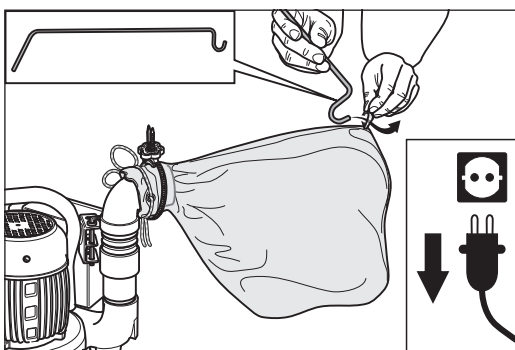

Abb. 7 Die Kabelstütze in die Schlaufe am Staubsaugsack einhängen.
- 6 Hängen Sie die Kabelstütze in die Schlaufe am oberen Ende des Staubsaugsacks ein (Abb. 7).